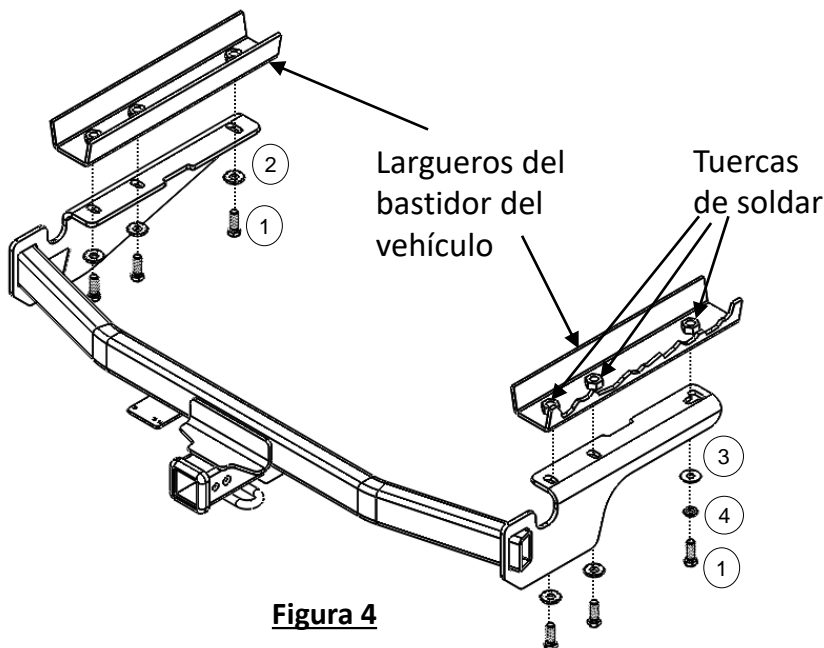

Figura 4
- Retirar el panel de plástico del lado del conductor:** Con un destornillador de estrella (Phillips), un destornillador de cabeza plana y un cubo de 12 mm con una llave, retirar (3) tornillos, (2) remaches de plástico y (2) tuercas de brida, respectivamente, del panel de plástico del lado del conductor. Retirar el panel de plástico y devolverlo al propietario con los fijadores.
- Retirar el panel de plástico del lado del pasajero:** Con un destornillador de estrella (Phillips), un destornillador de cabeza plana y un cubo de 12 mm con una llave, retirar (3) tornillos, (2) remaches de plástico y (1) perno, respectivamente, del panel de plástico del lado del pasajero. Retirar el panel de plástico y devolverlo al propietario con los fijadores.
- Retirar la lengüeta metálica:** Con un cubo de 17 mm con la llave, retirar (1) perno de la lengüeta metálica en el larguero del bastidor del lado del pasajero. Retirar la lengüeta metálica y devolverla al propietario con el perno.
- Bajar el silenciador:** Con una herramienta para extraer el colgante del escape, bajar el silenciador quitando (1) el colgante de goma más posterior. Rociar un lubricante o agua jabonosa en el colgante de goma permite deslizar los pasadores de metal más fácilmente. **NOTA: Tener cuidado de que el escape esté apoyado correctamente antes de quitar el colgante de goma.**
- Retirar los tapones y la masilla:** Con un destornillador de cabeza plana, retirar (3) tapones de estilo plástico (en el lado del conductor), (2) tapones de estilo plástico (en el lado del pasajero) y (2) tapones de goma de ambos largueros del bastidor laterales. Devolver los tapones al propietario. Con una navaja utilitaria, retirar la masilla de 1/2" de ambos largueros del bastidor laterales cerca del orificio de fijación delantero para facilitar la instalación. **NOTA:** Verificar que las tuercas de soldar del vehículo estén libres de óxido y suciedad. Usar un cepillo metálico para limpiar las tuercas de soldar, si es necesario.
- Separar las lengüetas de la fascia inferior:** Con un destornillador de cabeza plana, retirar (2) remaches plásticos de la lengüeta de la fascia inferior. Separar las lengüetas del panel final.
- Instalar el enganche:** Levantar y alinear el enganche en su posición sobre las tuercas de soldar existentes e instalar sin apretar pernos M12 (pieza 1), arandela cónica (pieza 2), arandela plana (pieza 3) y arandela de seguridad (pieza 4) en el enganche, como se muestra en la Figura 4. Nota: Solo el orificio delantero del lado del pasajero usa una arandela plana y de seguridad.
3. Retirar la lengüeta metálica: Con un cubo de 17 mm con la llave, retirar (1) perno de la lengüeta metálica en el larguero del bastidor del lado del pasajero. Retirar la lengüeta metálica y devolverla al propietario con el perno.
4. Bajar el silenciador: Con una herramienta para extraer el colgante del escape, bajar el silenciador quitando (1) el colgante de goma más posterior. Rociar un lubricante o agua jabonosa en el colgante de goma permite deslizar los pasadores de metal más fácilmente. **NOTA: Tener cuidado de que el escape esté apoyado correctamente antes de quitar el colgante de goma.**
5. Retirar los tapones y la masilla: Con un destornillador de cabeza plana, retirar (3) tapones de estilo plástico (en el lado del conductor), (2) tapones de estilo plástico (en el lado del pasajero) y (2) tapones de goma de ambos largueros del bastidor laterales. Devolver los tapones al propietario. Con una navaja utilitaria, retirar la masilla de 1/2" de ambos largueros del bastidor laterales cerca del orificio de fijación delantero para facilitar la instalación. **NOTA:** Verificar que las tuercas de soldar del vehículo estén libres de óxido y suciedad. Usar un cepillo metálico para limpiar las tuercas de soldar, si es necesario.
6. Separar las lengüetas de la fascia inferior: Con un destornillador de cabeza plana, retirar (2) remaches plásticos de la lengüeta de la fascia inferior. Separar las lengüetas del panel final.
7. Instalar el enganche: Levantar y alinear el enganche en su posición sobre las tuercas de soldar existentes e instalar sin apretar pernos M12 (pieza 1), arandela cónica (pieza 2), arandela plana (pieza 3) y arandela de seguridad (pieza 4) en el enganche, como se muestra en la Figura 4. Nota: Solo el orificio delantero del lado del pasajero usa una arandela plana y de seguridad.